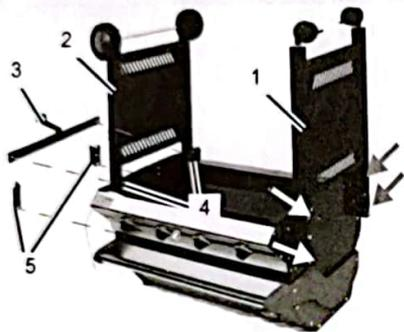

Abb. 13
- Schrauben Sie das linke Seitenteil (Abb. 13/1) mit 4 langen Schrauben, Unterlegscheiben und Muttern fest (Abb. 13/Pfeile).
- Schrauben Sie das rechte Seitenteil (Abb. 13/2) auf die gleiche Weise fest.
Schrauben Sie zusätzlich aber noch den Halter für den Flüssiggas-Behälter (Abb. 13/3) mit den oberen beiden Schrauben (Abb. 13/4) am Seitenteil fest.
Schrauben Sie außerdem die Seitenteilhalter (Abb. 13/5) mit den unteren beiden Schrauben außen am Seitenteil fest (siehe auch Abb. 22).